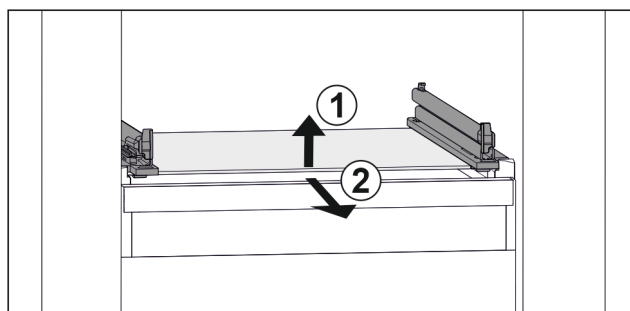

Fig. 155 Príklad zobrazenia sklenenej dosky
- ▶ Nadvihnite sklenenú dosku vpredu. Fig. 155 (1)
- ▶ Odoberte sklenenú dosku dopredu. Fig. 155 (2)